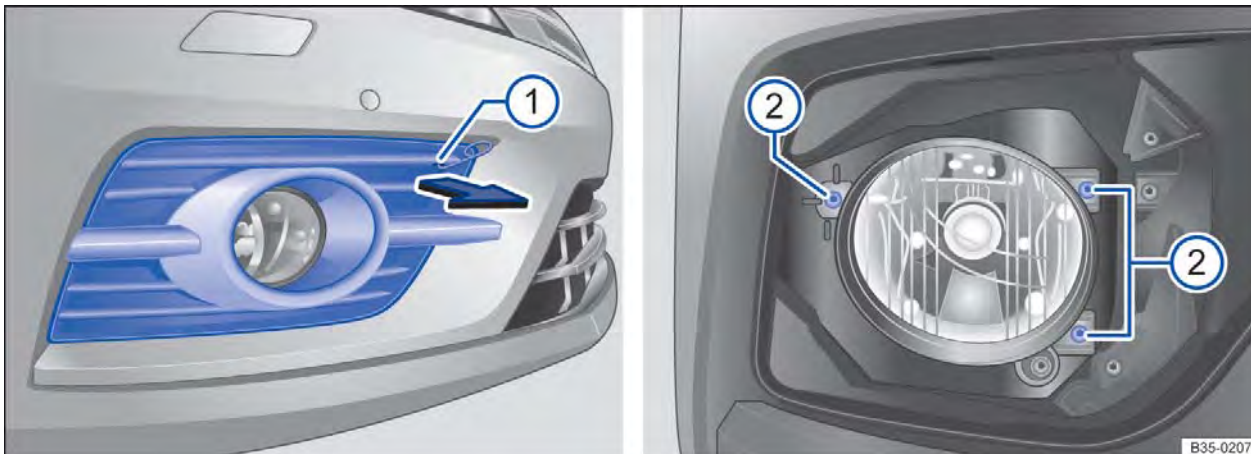
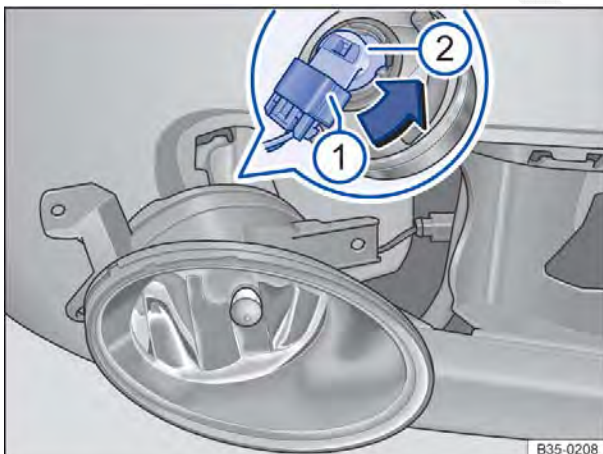

Fig. 248 No para-choque dianteiro à direita: iluminação de neblina.
Fig. 249 No farol desmontado: substituir a lâmpada incandescente.
3. Colocar o gancho extrator no entalhe ⇒ Fig. 248 ① da cobertura e puxar a cobertura para frente na direção da seta e retirá-la.
4. Desparafusar os parafusos de fixação ② com a chave de fenda.
7. Destruvar e retirar o conector ⇒ Fig. 249 ①.
8. Girar o suporte da lâmpada ② até o batente no sentido anti-horário e retirar com a lâmpada incandescente para trás.
12. Encaixar o conector ① na lâmpada incandescente até ouvir que ela foi travada.
14. Instalar os parafusos de fixação ⇒ Fig. 248 ②.
15. Colocar a cobertura contra o sentido da seta ⇒ Fig. 248 no para-choque. A cobertura deve se travar de firmemente.